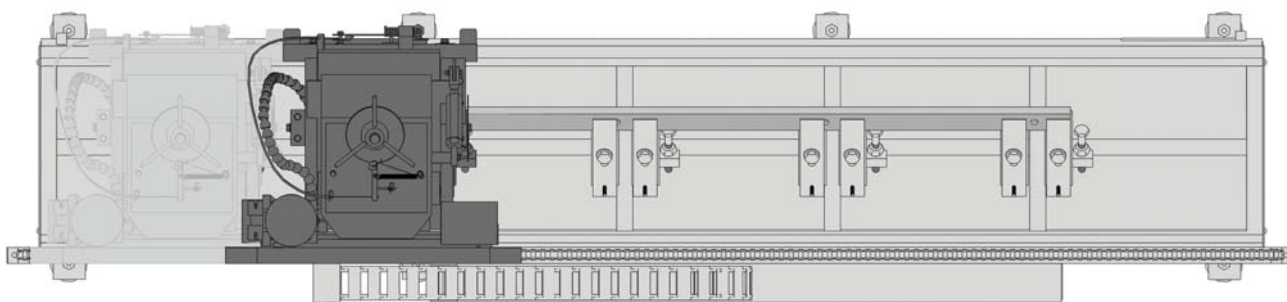

Рис. 33
- Двигая каретку вправо-влево, очистить рабочую часть круга от грязи, до появления ровной, чистой поверхности (Рис. 33).